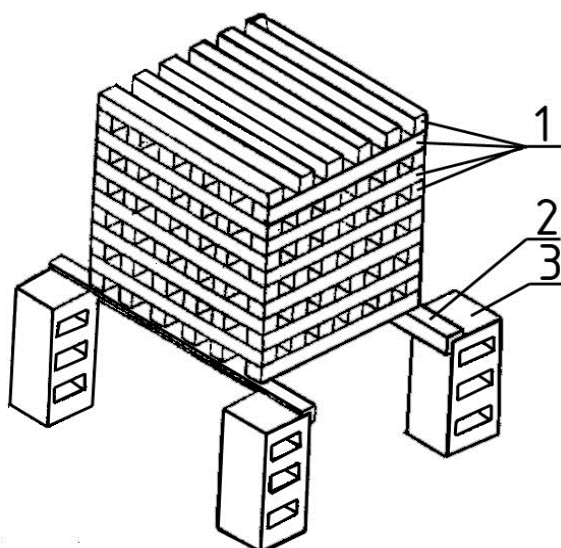

Рис. 1. Устройство деревянного штабеля (модельного очага) для проведения испытаний по тушению пожаров класса А:
*Модельные очаги пожаров класса А* представляют собой деревянный штабель в виде куба (рис. 1). Штабель размещается на двух металлических уголках 2, которые уложены на бетонные (или металлические) тумбы 3 высотой  $(400\pm 10)$  мм.